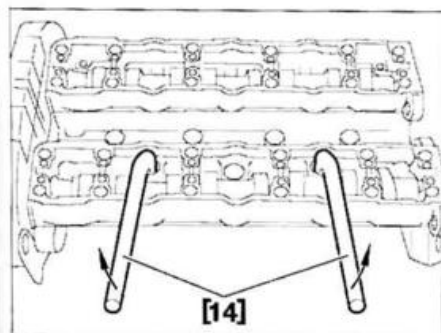

FIG. 27
- Bascular y despegar la culata con las palancas [14] (ref. 149-T) (Fig.27).